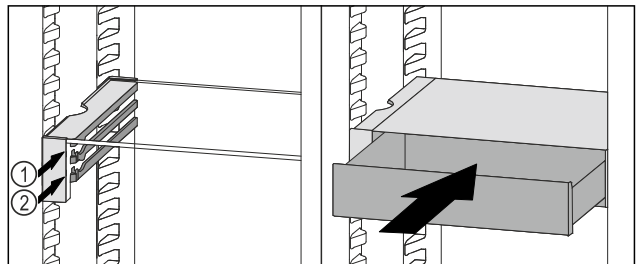

Fig. 91
- Posizionare il cassetto VarioSafe dietro i tappi sulla nervatura desiderata Fig. 91 (1) o Fig. 91 (2).